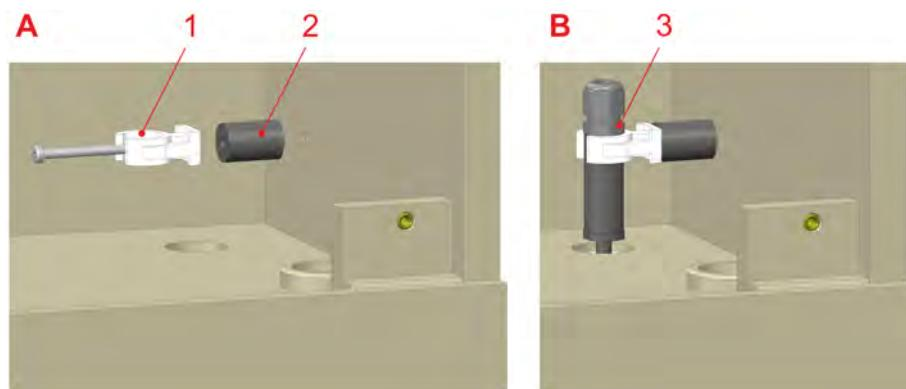

Fig. 19 : Montage du capteur de fuite
1. Visser le support entretoise (Fig. 19 , A, repère 2) et le collier de serrage (Fig. 19 , A, repère 1) dans le coin arrière droit de la console murale.
2. Attacher le capteur de fuite Fig. 19 , B, repère 3, enfoncer dans l'entrée de la cuve collectrice.